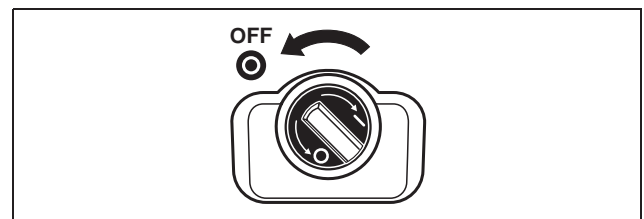

Abbildung 78: DC-Lasttrennschalter OFF
- Drehen Sie den DC-Lasttrennschalter auf OFF (Abbildung 78) bzw. schalten Sie über die externe DC-Trennstelle den Solargenerator ab.